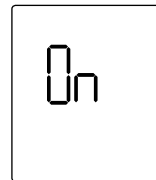

Bild 1
- Im Display erscheint die Anzeige „On“ und das Display leuchtet grün (Bild 1).